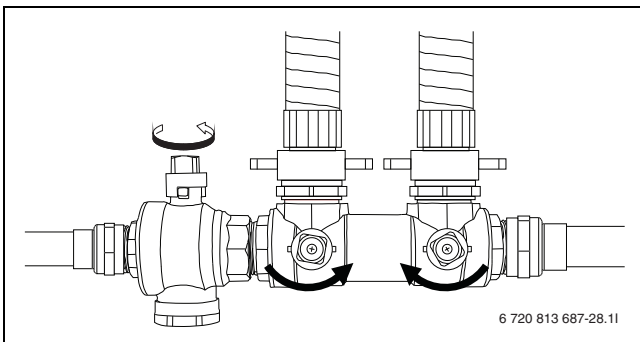

Bild 22 Befülleinrichtungen in Normalposition
- ▶ Ventile der Befülleinrichtung in die Normalposition stellen (→ Abb. 22) und Pumpe der Befüllstation abschalten.